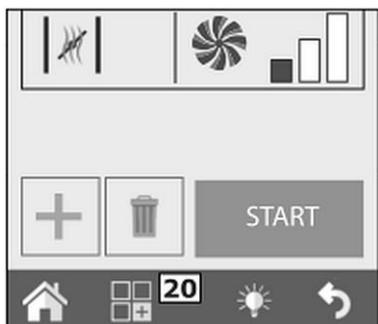

Abb. 24
5. Wählen Sie über das Menü „Funktionen“ (20, Abb. 24), "Speichern" und dann „Kopieren“.
1. Wenn Sie ein Garprogramm von einer Gruppe zur anderen verschieben wollen, öffnen Sie das gewünschte Garprogramm und drücken Sie die Taste „Funktionen“ (20, Abb. 24).
Nachdem das Garprogramm geöffnet wurde, die Taste „Funktionen“ (20, Abb. 24) drücken, „Speichern“ und dann „Umbenennen“ (Abb. 25) wählen. Den neuen Namen über die Tastatur eingeben und Eingabe drücken.
1. Nachdem das zu löschende Garprogramm geöffnet ist, drücken Sie die Tasten „Funktionen“ (20, Abb. 24), dann „Speichern“ und „Löschen“ (Abb. 25).